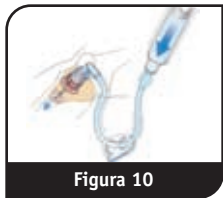

Figura 10
- 12. Collegare il set di estensione EZ-Connect® al blocco luer dell'attacco del catetere.** All'attacco del catetere è possibile collegare qualsiasi set di estensione o tubo di somministrazione standard. Si consiglia l'EZ-Connect, data la sua struttura di basso profilo e l'angolazione a 90 gradi (Figura 10).